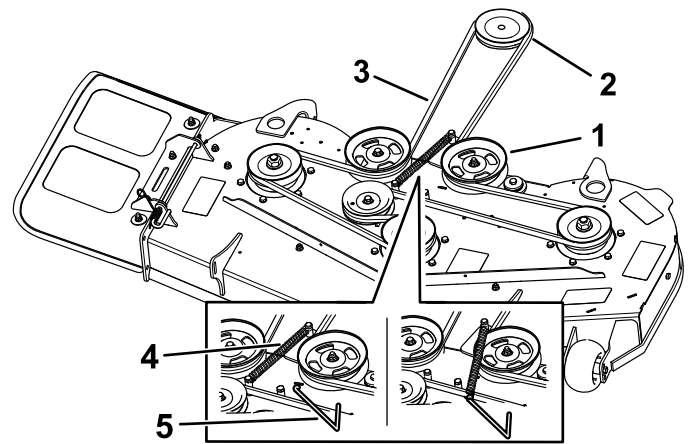
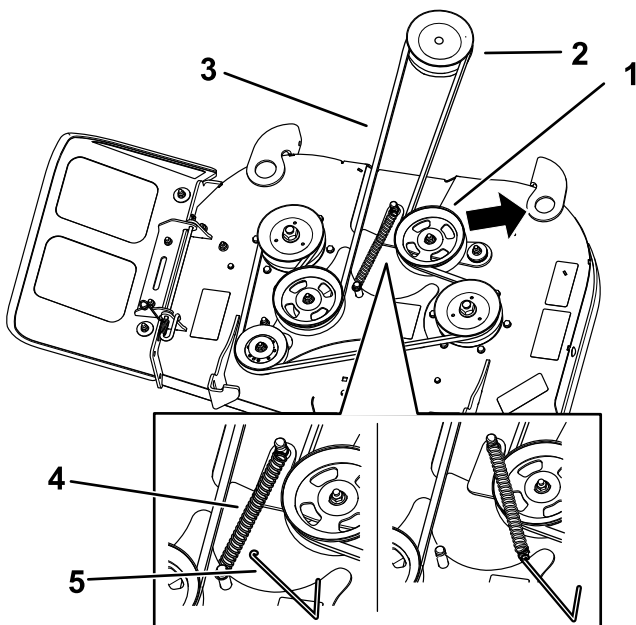

Bild 53
Bild 52
5. Verwenden Sie ein Werkzeug zum Entfernen der Feder (Toro-Teilnr. 92-5771), um die Spannscheibenfeder vom Mähwerkhaken zu entfernen, um die Spannung von der Riemenscheibe zu nehmen und den Riemen von den Riemenscheiben abzurollen (Bild 52 oder Bild 53).
6. Legen den neuen Riemen um die Kupplungs- und Mähwerksscheiben (Bild 52 oder Bild 53).
7. Haken Sie die Spannscheibenfeder in den Mähwerkhaken ein (Bild 52 oder Bild 53).